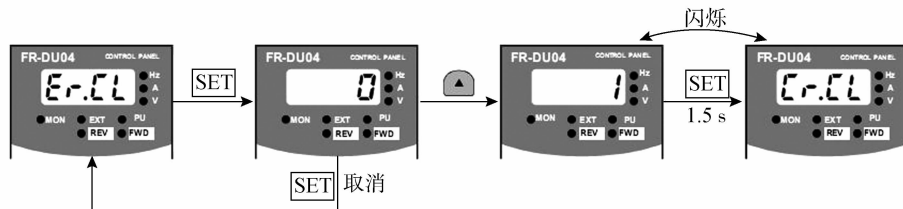

图 3-15 报警记录清除
(2) 报警记录清除 (见图 3-15)。清除所有报警记录。